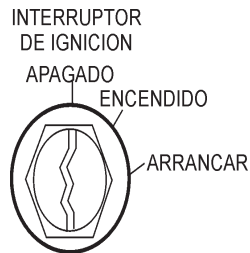

Figura 20. Interruptor de control de bombeo (APAGADO/OFF)
2. Coloque el interruptor del control de bombeo (Figura 20) en la posición **APAGADO/OFF**.
1. Coloque el interruptor de control de bombeo en la posición **APAGADO/OFF** (Figura 20).